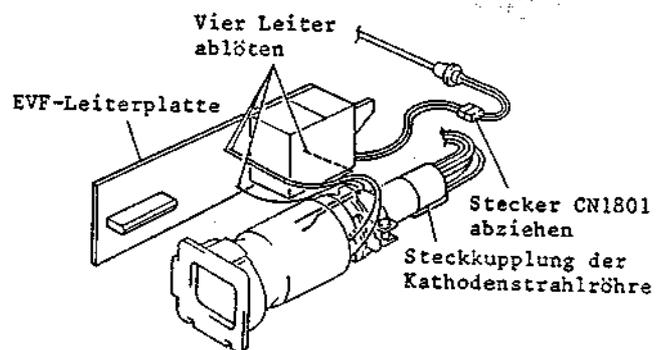

Abb. 2-108 Ausbau der Leiterplatte des elektronischen Suchers (EVF-Leiterplatte)
5-3 Ausbauen der Leiterplatte des elektronischen Suchers (EVF-Leiterplatte) (Abb. 2-108)
3. Den Stecker CN1801 abziehen (siehe Abb. 2-108).
4. Vier (4) Leiter von dem Ablenkjoch ablöten.
3. Die Leiterplatte des elektronischen Suchers ausbauen (siehe Abb. 2-108).